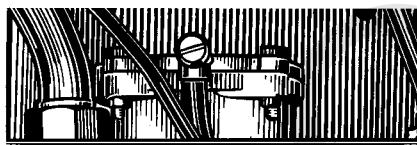

Fig. 10
Presionar con un destornillador en la ranura (1) (fig. 10) al tiempo que damos un giro.